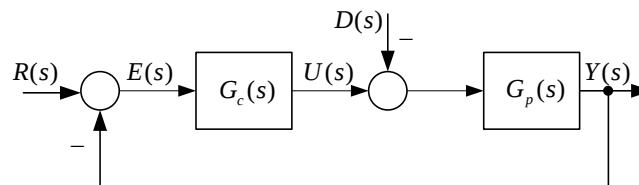

Figura 3. Diagrama de bloques de análisis.
Se posee un proceso definido como $G_p(s) = \frac{1}{(s+2)(s+0,045)}$, al cual se quiere operar en lazo cerrado. El esquema en lazo cerrado se presenta en la Figura 3.
- E) Ahora, ¿qué sucede si se aplica un disturbio $D(s)$? Obtener con PSIM la respuesta al escalón unitario de $Y(s)$ respecto a $R(s)$ y aplicar, cuando el sistema se encuentra en régimen permanente, una perturbación del tipo escalón unitario y evaluar el desempeño transitorio y permanente del sistema en LC (**Considerar el signo ‘-’ de la Figura 3**).